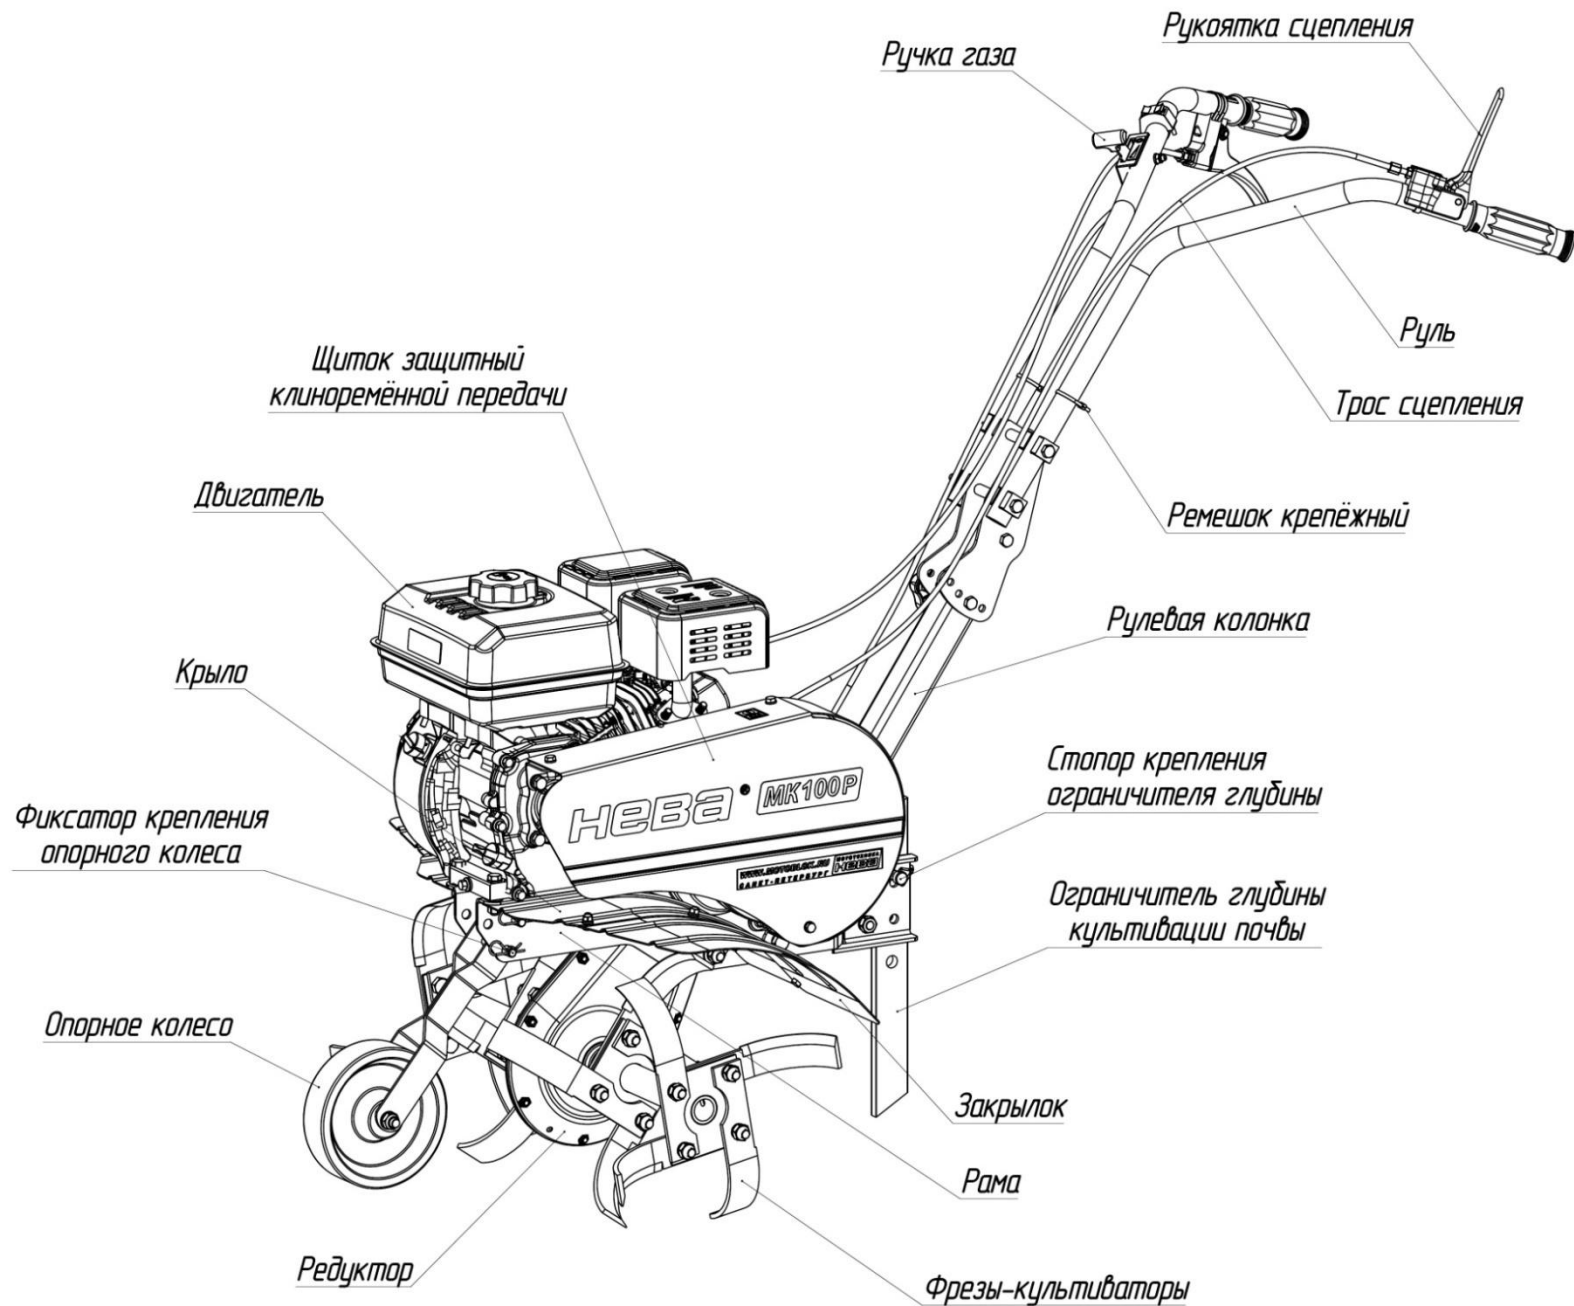

Рис.1 Общий вид мотокультиватора МК100Р (вид слева)
МК100Р (рис. 1, 2, 3) – это одноосный универсальный силовой агрегат, предназначенный для работы с фрезами-культиваторами, состоящий из:
**Ручка газа** (рис.1, 2, 4) – расположена на правой рукоятке руля, предназначена для управления положением дроссельной заслонки двигателя и его остановки. Перемещение ручки от себя – увеличение оборотов двигателя, на себя – снижение оборотов и остановка двигателя.
**Рукоятка сцепления** (рис.1, 2, 5) – расположена на левой рукоятке руля, предназначена для включения/выключения сцепления.